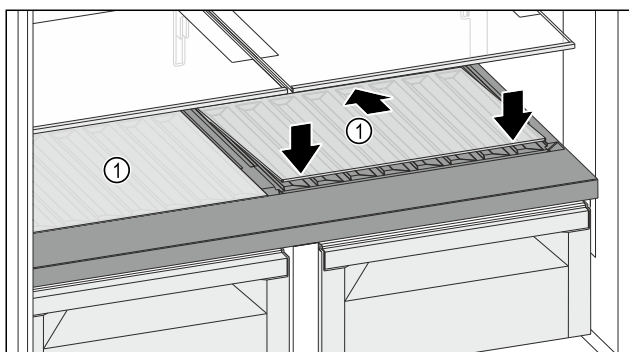

Fig. 126
- Nasadte sklenú dosku Fig. 126 (1) šikmo a naklonenú smerom dozadu nadol.
- Spustite sklenú dosku Fig. 126 (1) vpredu.